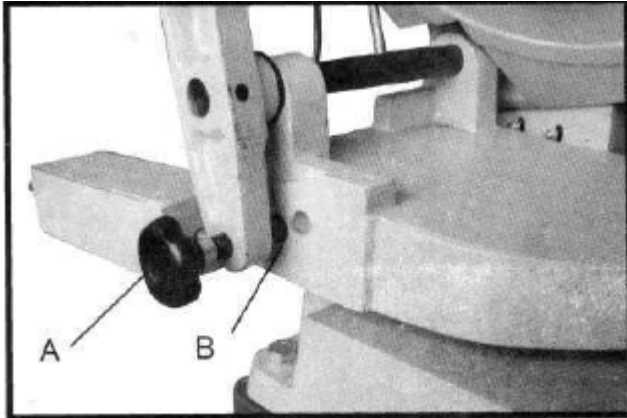

Fig. 16
Le bouton moleté de positionnement (A), Fig. 16, se trouve à l'arrière de la base et peut être installé dans un des trois orifices (B) en fonction de la taille de la pièce à traiter.